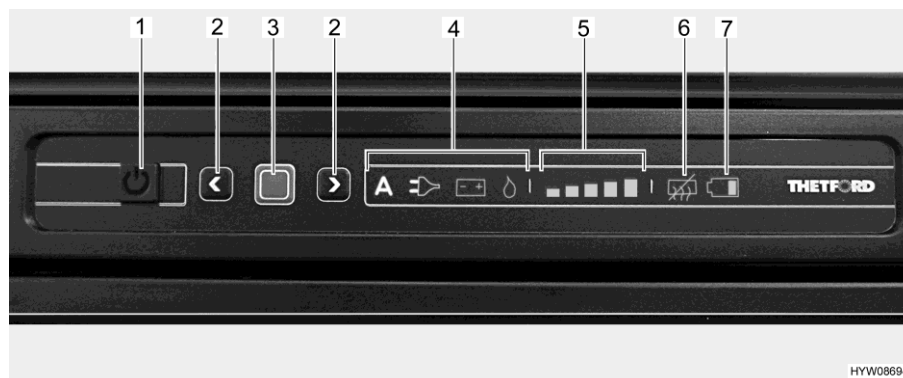

Fig. 149 Quadro comandi LED (frigorifero Thetford)
- Premere il tasto On/Off (Fig. 149,1) per 1 secondo. Il tasto si illumina di verde. Dopo circa 10 secondi, l'indicatore viene attenuato per risparmiare energia.
- Premere il tasto di conferma (Fig. 149,3). Viene visualizzata l'ultima modalità di funzionamento selezionata.
- Premere il tasto di conferma (Fig. 149,3) per circa 2 secondi. I simboli della modalità di funzionamento lampeggiano.
- Selezione manuale dell'energia: Selezionare le fonti di energia desiderate con i tasti freccia (Fig. 149,2).
- Sistema automatico di selezione di energia (solo per modelli con selezione automatica dell'energia): Selezionare la modalità di funzionamento "A" con i tasti freccia (Fig. 149,2).
- Confermare la scelta con il tasto di conferma (Fig. 149,3).
- Premere nuovamente il tasto di conferma (Fig. 149,3). L'indicatore del livello di refrigerazione (Fig. 149,5) lampeggia.
- Per modificare l'impostazione, premere i tasti freccia (Fig. 149,2) fino a visualizzare l'impostazione desiderata.
- Premere il tasto On/Off (Fig. 149,1) per circa 2 secondi. Tutte le spie si spengono. Il frigorifero è spento.
Dopo l'accensione il frigorifero seleziona automaticamente la regolazione del termostato selezionata per ultima. Questa impostazione può essere modificata manualmente con i tasti freccia (Fig. 149,2). Ci vogliono alcune ore prima che il frigorifero raggiunga la temperatura normale di esercizio. Quando si commuta a un'altra modalità di funzionamento, la regolazione sul termostato viene mantenuta.